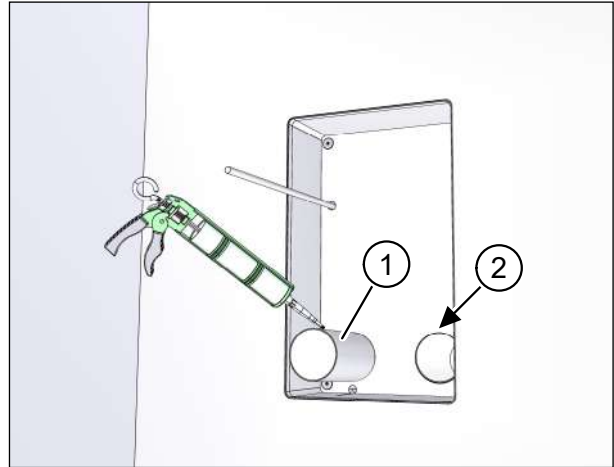

Abb. 41: Lüftungsrohre einsetzen und fixieren
- ▶ Tragen Sie dauerelastischen Dichtstoff auf die äußere Hülle der Lüftungsrohre (Pos. 1 in Abb. 41) auf.
- ▶ Schieben Sie beide Lüftungsrohre mit Drehbewegungen soweit in die Öffnungen des Montagesets ein, dass sie bündig mit der Innenseite des Montagesets abschließen (Pos. 2 in Abb. 41).